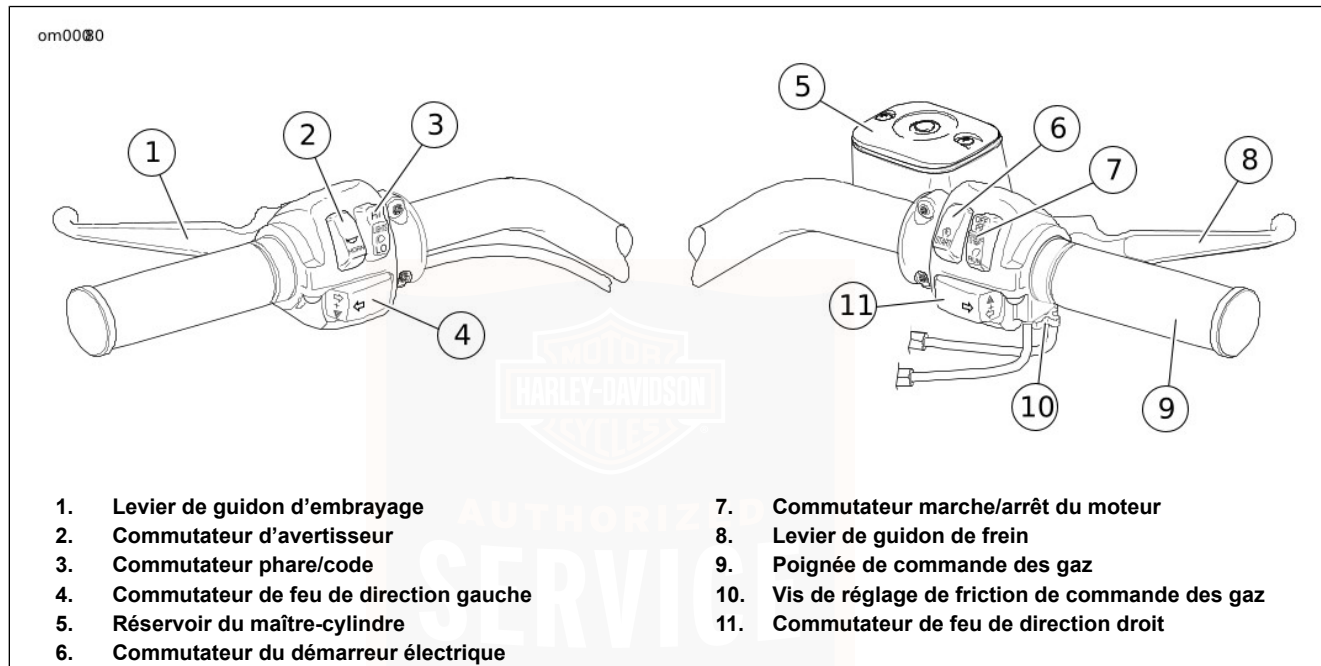

Figure 4. Commandes de guidon
Voir la Figure 4. Le commutateur du démarreur électrique se trouve sur les commandes de droite du guidon. Consulter FONCTIONNEMENT > DÉMARRAGE DU MOTEUR (Page 77) pour les procédures de fonctionnement détaillées.
Voir la Figure 4. Le commutateur marche/arrêt du moteur (7) met l'allumage en MARCHE ou à l'ARRÊT. Le commutateur marche/arrêt du moteur se trouve sur la commande de droite du guidon. Appuyer sur la partie supérieure du commutateur
Voir la Figure 4. La poignée de commande des gaz (9) est située parmi les commandes sur la droite du guidon et actionnée avec la main droite.
Voir la Figure 4. Le levier de guidon d'embrayage (1) se trouve sur la gauche du guidon où il est activé avec les doigts de la main gauche.
Voir la Figure 4. L'avertisseur sonore est actionné en appuyant sur le commutateur d'avertisseur (2) situé sur le groupe de commandes de gauche du guidon.
Voir la Figure 4. Le commutateur phare/code (3) se trouve sur la gauche du guidon. Le commutateur possède deux positions pour allumer le feu de route ou le code.
Voir la Figure 4. Chaque commande de guidon contient un commutateur de feu de direction.